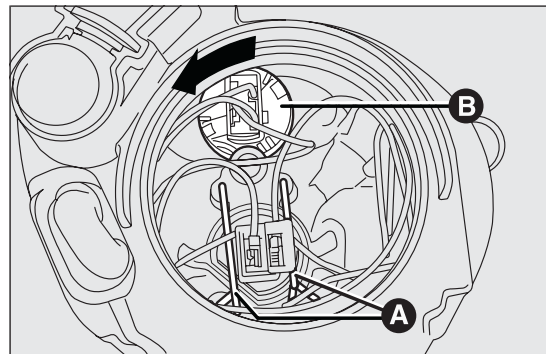

РИС. 114
- отсоединить две удерживающие лампу пружины А РИС. 114;
- повернуть против часовой стрелки патрон В РИС. 114 и снять его;